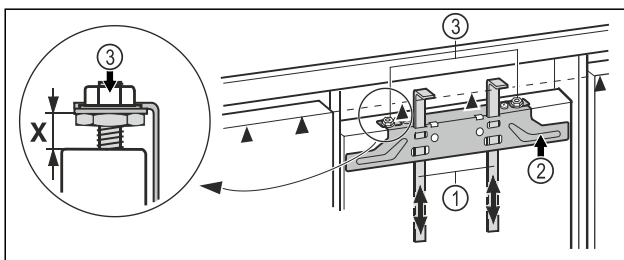

Fig. 18
- Montagehilfen Fig. 18 (1) auf Möbeltürhöhe hochschieben. Untere Anschlagkante ▲ der Montagehilfe = Oberkante der zu montierenden Möbeltür.
- Befestigungstraverse Fig. 18 (2) über die Kontermuttern Fig. 18 (3) abschrauben.